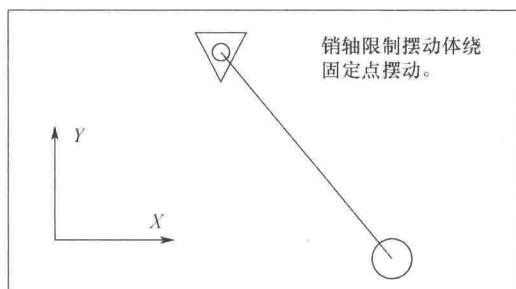

图 0-2 约束自由度
(3) 约束自由度 减少自由度将限制构件的独立运动，这种限制称为约束。如图 0-2 所示，配合连接两个构件，并限制两个构件之间的相对运动。